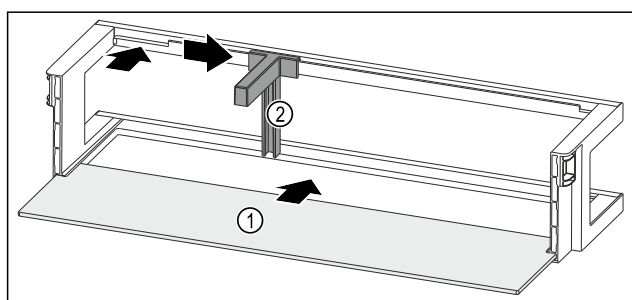

Fig. 252 Dveřní přihrádka s odkládací plochou
- Odkládací plochu Fig. 252 (1) zasuňte do bočních vybrání.
- Držák lahví Fig. 252 (2) vložte do vybrání.
- Držák lahví Fig. 252 (2) posuňte na stranu do požadované polohy.